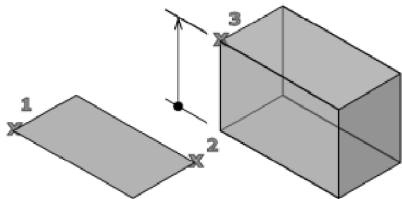

图 12-1 长方体三方向
- 始终将长方体的底面绘制为与当前 UCS 的 XY 平面（工作平面）平行，在 Z 轴方向上指定长方体的高度，如图 12-1 所示，可以为高度输入正值和负值。